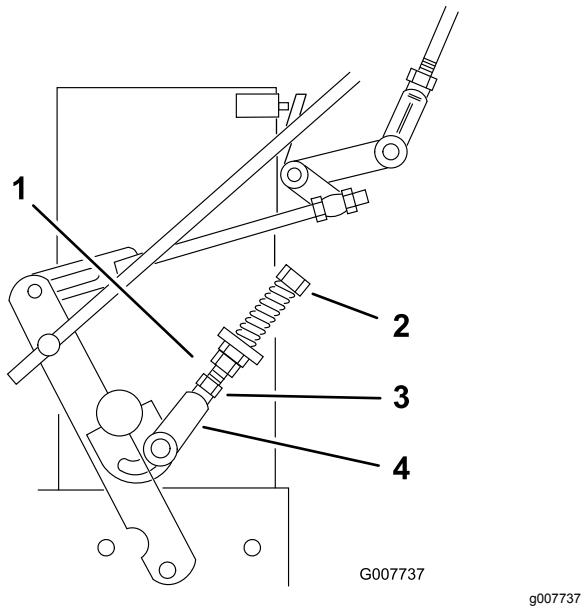

Bild 34
9. Wenn sich die Räder drehen, wenn der Antriebshebel in der NEUTRAL-Stellung ist, müssen Sie die Neutral-Steuergestänge einstellen (Bild 34). Wenn das Rad stoppt, gehen Sie auf Schritt 12.
10. Lösen Sie die Mutter gegen den Neutral-Steuergestängebügel (Bild 34).
11. Stellen Sie das Neutral-Steuergestänge ein, bis sich das entsprechende Antriebsrad nicht mehr dreht, wenn der Antriebshebel gegen die Neutral-Feder (NEUTRAL-Stellung gezogen wird) (Bild 34).
12. Drehen Sie die Einstellschraube um ca. eine Viertelumdrehung nach rechts, wenn sich das Rad rückwärts dreht, oder drehen Sie die Schraube um ca. eine Viertelumdrehung nach links, wenn sich das Rad vorwärts dreht (Bild 34).